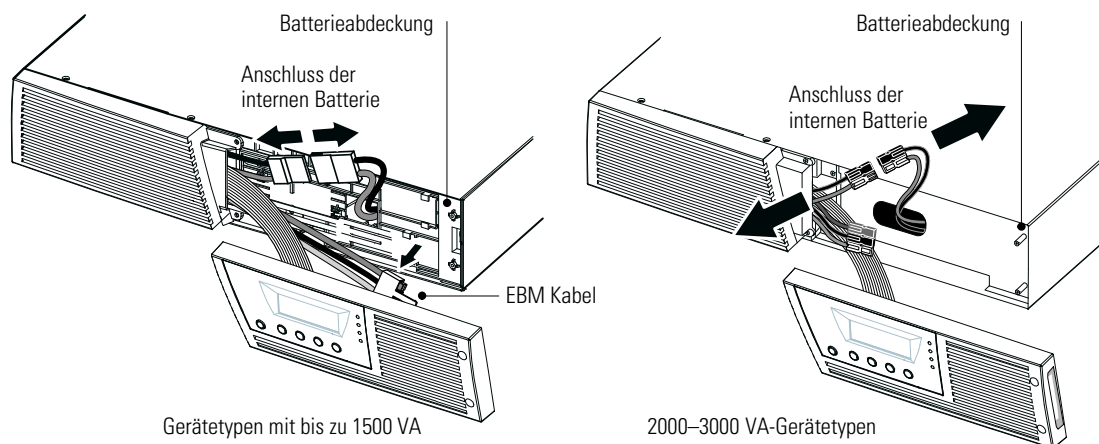
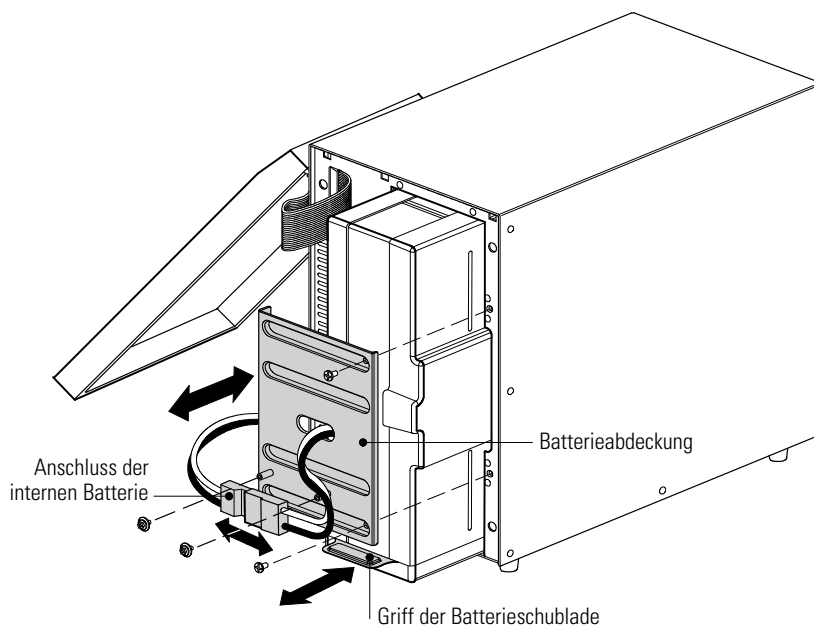

Abbildung 24. Trennen der internen Batterien der USV (ohne EBM dargestellt)
Abbildung 26. Austauschen der internen Batterien der USV
HINWEIS Vergewissern Sie sich vor dem Transport der USV, dass die USV vom Versorgungsnetz getrennt und ausgeschaltet ist. Trennen Sie anschließend den Anschluss der internen USV-Batterie (siehe Abbildung 24 auf Seite 47 für im Rack montierte Modelle oder Abbildung 26 auf Seite 49 für Tower Modelle).
2. Trennen Sie die Steckverbindung der internen Batterien (siehe Abbildung 24).
3. **Nur bei Gerätetypen bis zu 1500 VA.** Falls das EBM-Kabel nicht an ein EBM angeschlossen ist, lösen Sie dieses und schieben Sie es nach links, damit es nicht stört (siehe Abbildung 24).
4. Fassen Sie die Batterieabdeckung an einer Kante an und ziehen Sie diese vorsichtig nach vorne. Nehmen Sie die Batterieabdeckung und legen Sie diese zur Seite. Zur Position der Abdeckung siehe Abbildung 24.
9. **Nur bei Gerätetypen bis zu 1500 VA.** Falls das EBM-Kabel nicht an ein EBM angeschlossen ist, befestigen Sie das EBM-Kabel wieder an der entsprechenden Halterung auf der Batterieabdeckung (siehe Abbildung 24).
2. Drehen Sie die beiden Schrauben, mit denen die Steckverbindung befestigt ist, heraus und legen Sie dies zur Seite. Siehe Abbildung 26.